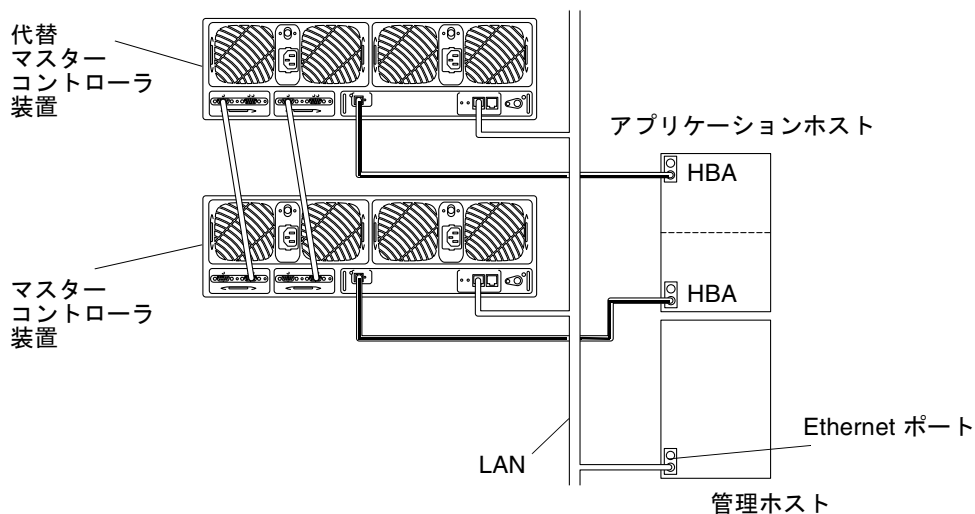

図 8-1 Sun StorEdge T3+ アレイエンタープライズ構成の例
- 図 8-1 に示すように、アプリケーションホストに 2 つの HBA で接続されている